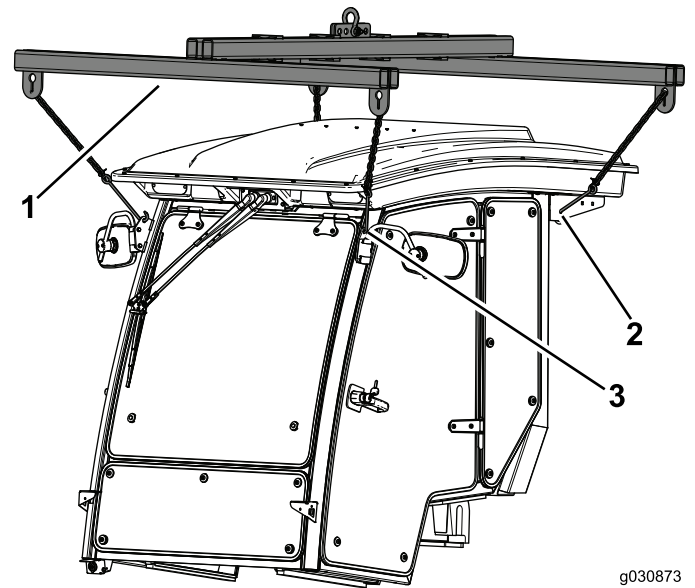

図 26
- 吊り上げポイント4ヶ所を使って、キャブを機体の上につるす 図 26。